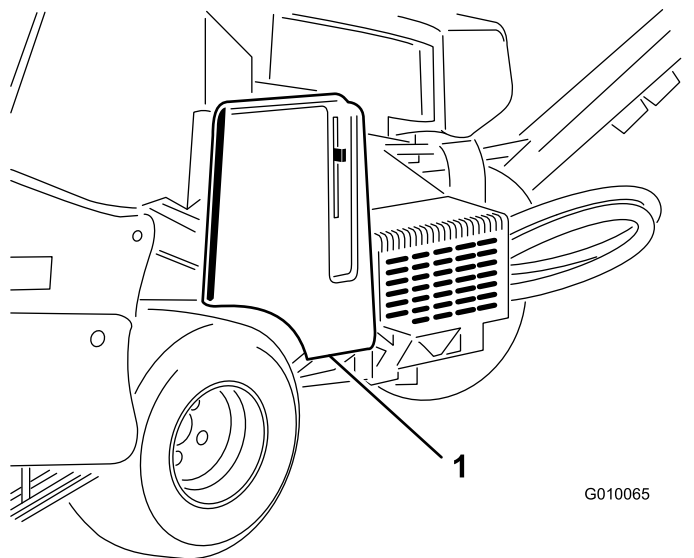

Figura 56
2. Destrancue e retire a cobertura da correia (Figura 56).